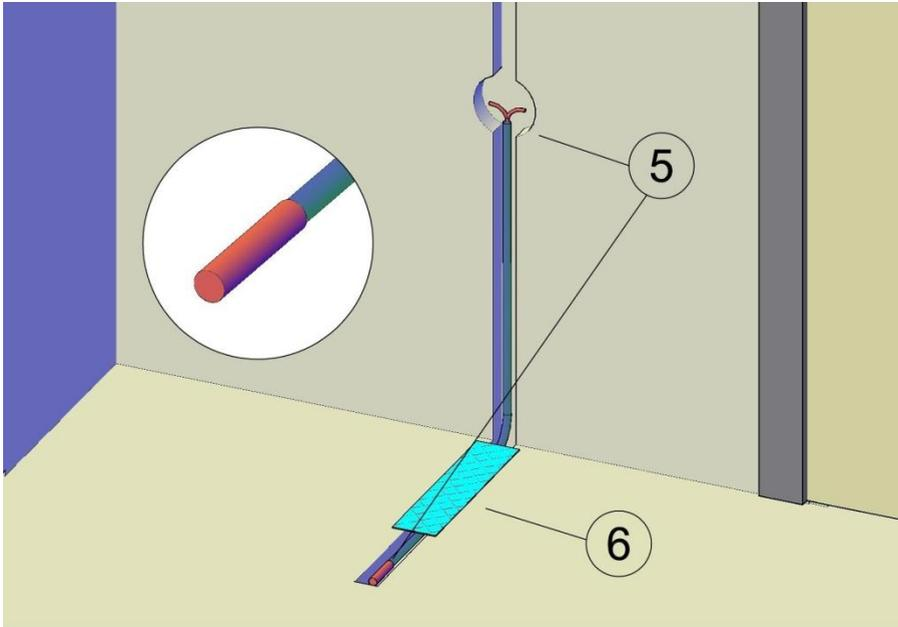
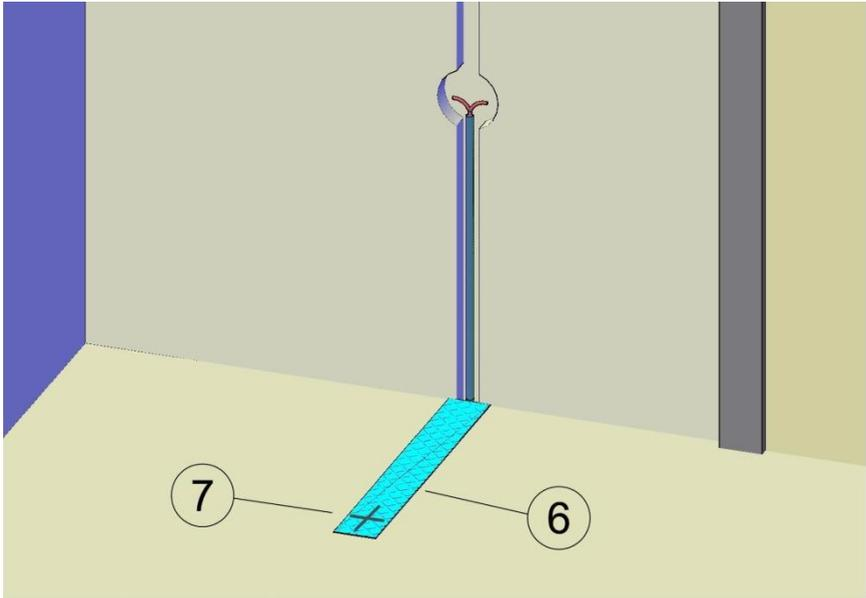

Рисунок 2
Рисунок 3
3. Установите гофрированную трубку с датчиком температуры (Рис.2. п.5).
Уложите трубку с датчиком в подготовленную штробу и выведите ее к месту расположения терморегулятора. Заполните штробу в полу с уложенной гофрированной трубкой клеевым раствором и отметьте место расположения датчика на поверхности пола и на схеме укладки (Рис.2. п.6, Рис.3).